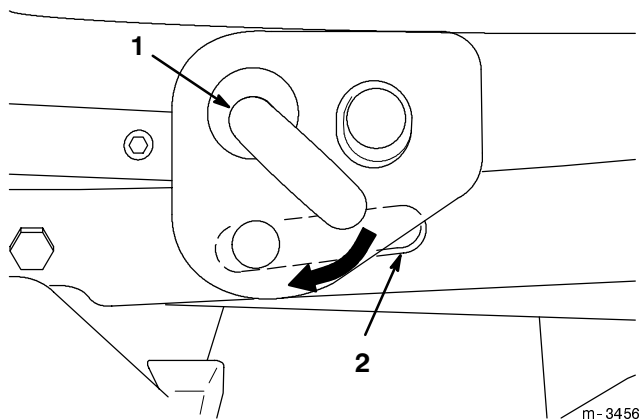

Figure 6
1. Fentes des bras de suspension (2)
6. Abaisser complètement le bras de relevage d'accessoire et ajuster la position du plateau jusqu'à ce qu'il soit possible de tirer la tige coudée du bras de relevage pour la glisser dans la fente du bras de suspension de l'unité de coupe (Fig. 6).